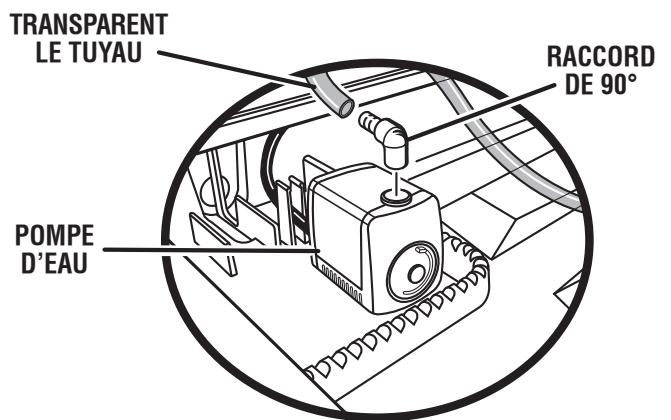

Fig. 10
- Placer le cordon d'alimentation de la pompe à eau dans l'encoche du plateau d'eau comme l'indique la figure 10.